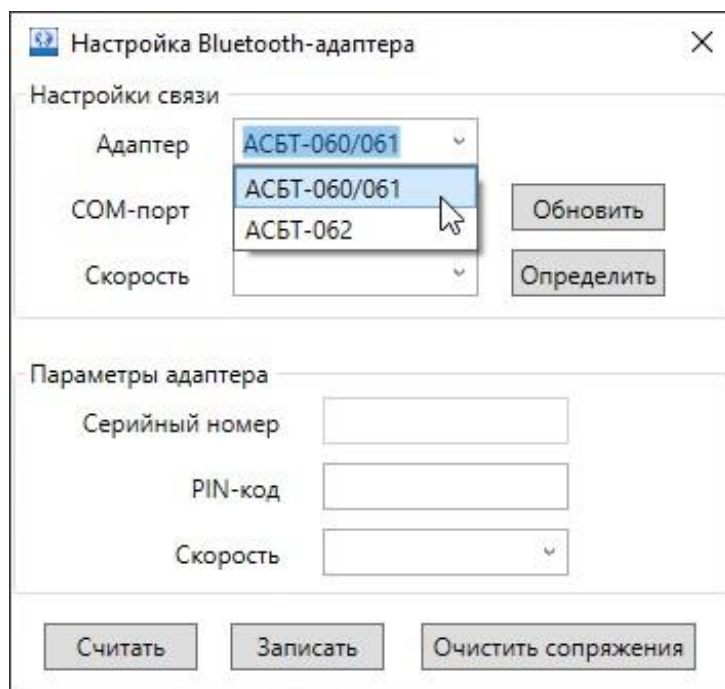

Рис.3. Выбор исполнения адаптера.
3.1.3. В поле **Адаптер**, из раскрывающегося списка выберите адаптер соответствующего исполнения (рис.3).